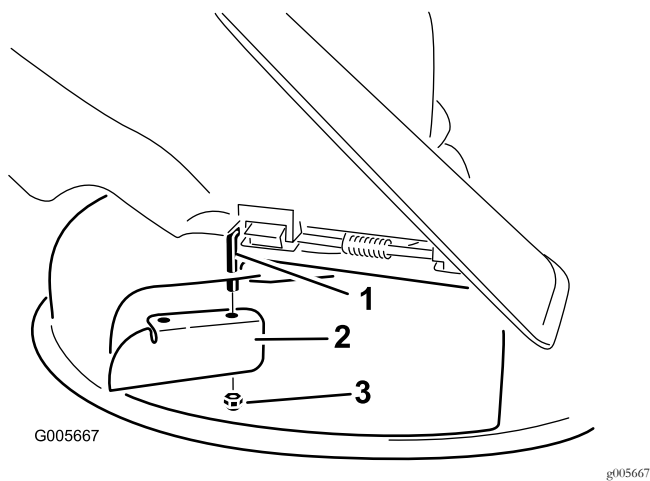

Figura 15
7. Instale o abafador de corte na haste de articulação exposta (Figura 15).
3. Retire o abafador de corte da plataforma do cortador (Figura 15).